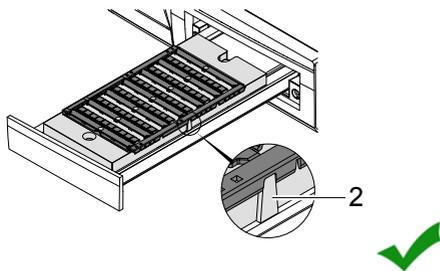
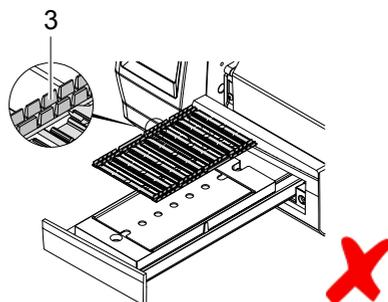

Figura 11 Materiale UCT posizionato correttamente, i piedini sono rivolti verso il basso
Figura 12 Materiale UCT posizionato non correttamente, i piedini sono rivolti verso l'alto
- ▶ Inserire in materiale con il rettangolino sul bordo posteriore sinistro e i piedini (Figura 12, 3) verso il basso. Il materiale deve inserirsi a scatto nella guida (Figura 11, 2) del caricatore.